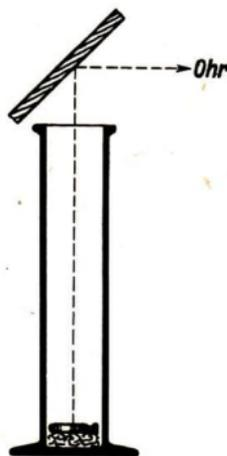

Abb. 146
**4. Das Echo.** a) Zurückwerfung des Schalles. Trifft der Schall auf einen Waldrand, einen Bergrücken oder eine Hauswand, so wird er zurückgeworfen. Dieser Vorgang geht nach denselben Gesetzen vor sich, wie wir sie beim Lichte kennenlernen werden (vergl. § 25, 2). Das zeigt uns ein einfacher Versuch: Wir legen eine tickende Taschenuhr auf Watte oder Holzwolle (warum?) auf den Boden einer langen Papp- oder Glasröhre (Abb. 146). Über die obere Öffnung der Röhre halten wir einen Spiegel und drehen ihn so, daß wir die Uhr erblicken. Im gleichen Augenblick vernehmen wir das Ticken der Uhr, das wir vorher nicht hören konnten. Drehen wir den Spiegel in eine andere Lage, so verstummt das Ticken. Wohin müssen wir unser Ohr halten, um das Ticken wieder zu vernehmen? Wir führen den Versuch mit einer steifen Pappscheibe, einer Holzplatte oder dgl. aus und können das gleiche beobachten. Sprich das Gesetz aus, nach dem die Zurückwerfung des Schalles erfolgt!